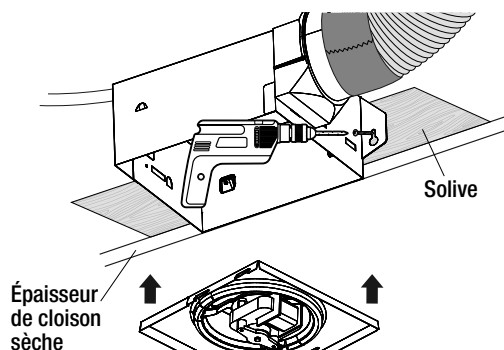

Fig. 15
- Fixer le ventilateur à la solive de plafond à l'emplacement souhaité à l'aide des languettes de montage externes. Le boîtier du ventilateur doit être installé sous la surface de la solive de manière à ce qu'il affleure la surface du plafond une fois installé. Voir la figure 15.